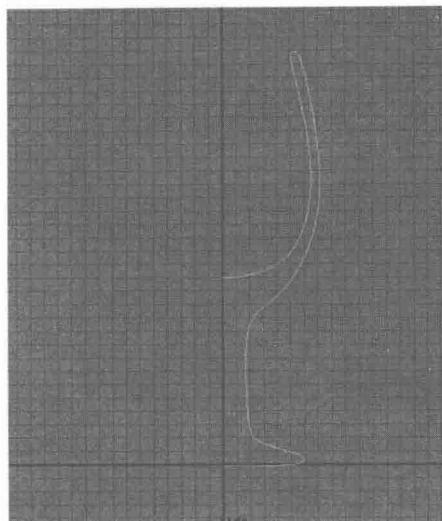

图 1-9
6) 选中上一步绘制的图案, 按<Enter>键生成曲线, 如图 1-9 所示。